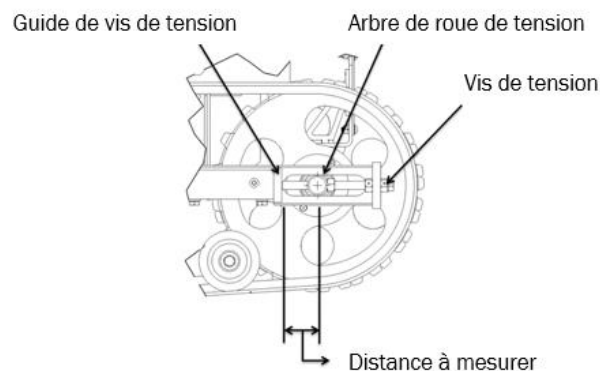

Figure 14 : Mesure de l'ajustement des chenilles
2. Mesurez la distance entre le guide de la vis de tension et le centre de l'arbre de roue de tension (voir la Figure 14). Notez la mesure, celle-ci sera utile lorsque la plateforme sera réinstallée.